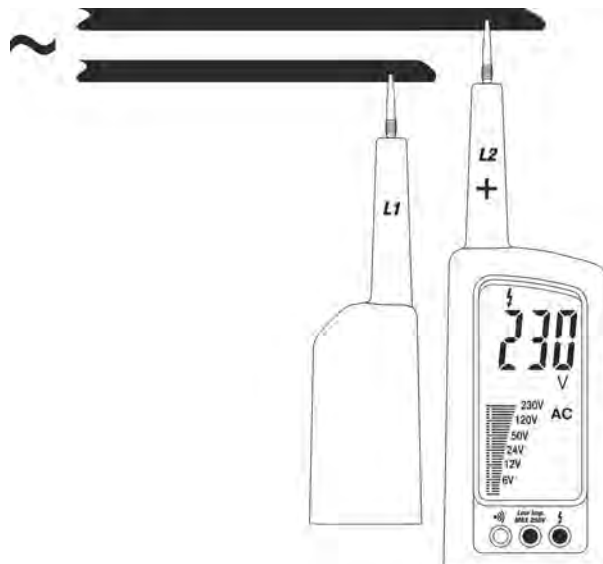

Fig. 4: Medida de Tensión CA a baja impedancia
2. Conecte las puntas L1 y L2 al objeto en pruebas (ver la Fig.4). La medida se realiza **sólo cuando las puntas están en contacto con conductores activos.**